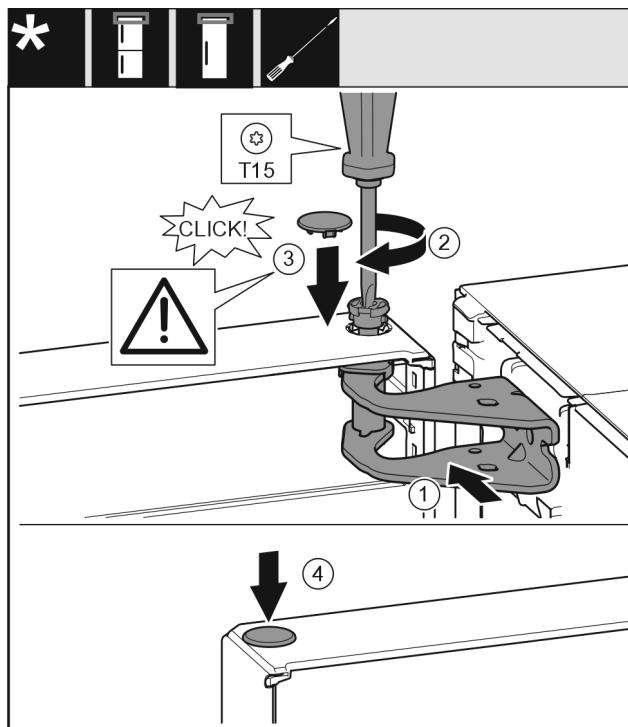

Fig. 19
- ▶ Dvere hore vyrovnejte s otvorom v ložiskovej konzole. Fig. 19 (1)
- ▶ Vložte čap a pevne ho priskrutkujte skrutkovačom T15. Fig. 19 (2)
- ▶ Namontujte poistný kryt pre poistku dverí: nasadte poistný kryt a skontrolujte, či prilieha ku dverám. Inak čap vložte úplne. Fig. 19 (3)
- ▶ Nasadte zátku. Fig. 19 (4)